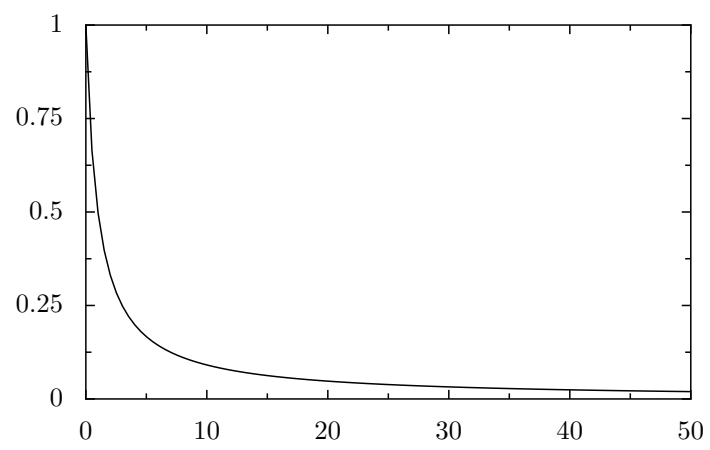

Figura 1. $\frac{Vo(s)}{Vi(s)} = \frac{1}{1+s}$
O gráfico da Figura 1 exibe o comportamento da equação (12), onde o eixo das abscissas é variável independente s .